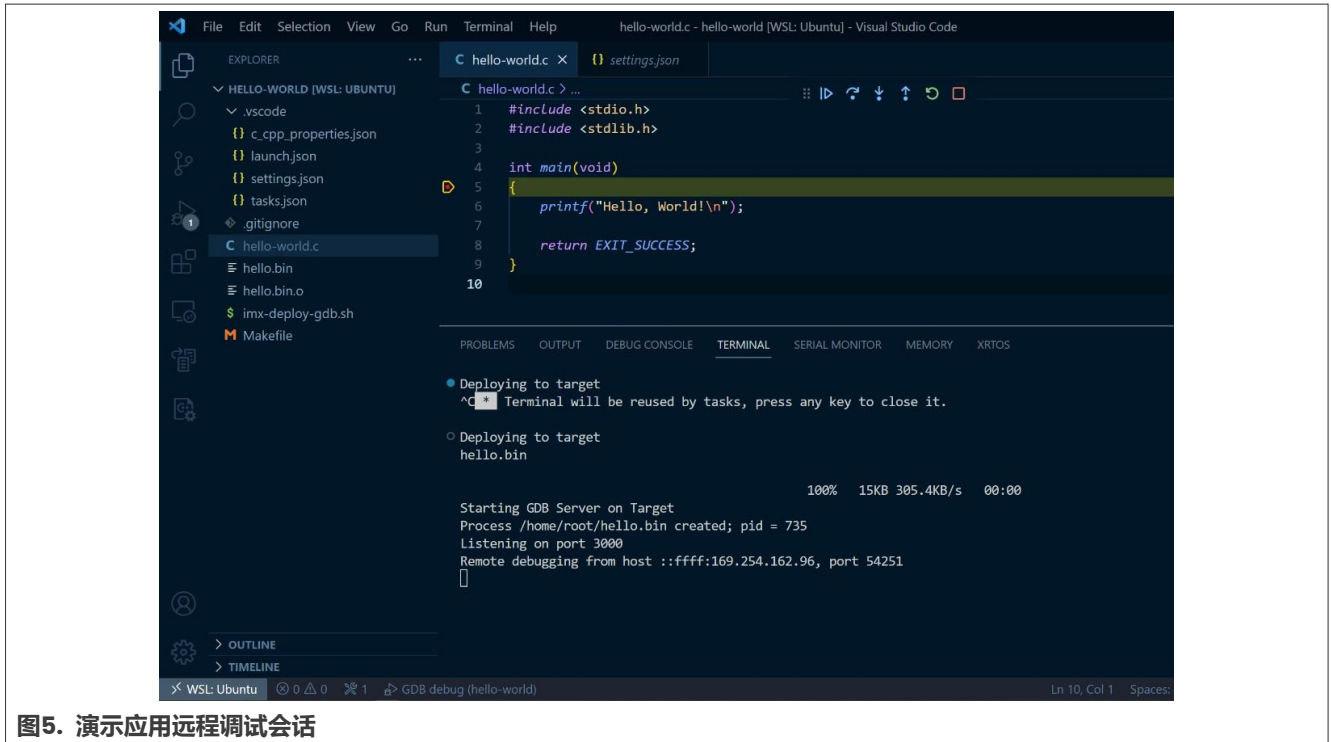

图5. 演示应用远程调试会话
- VS Code编译可执行文件，将其发送到电路板，并启动一个调试会话，该会话在设置的断点处停止，如图5所示：